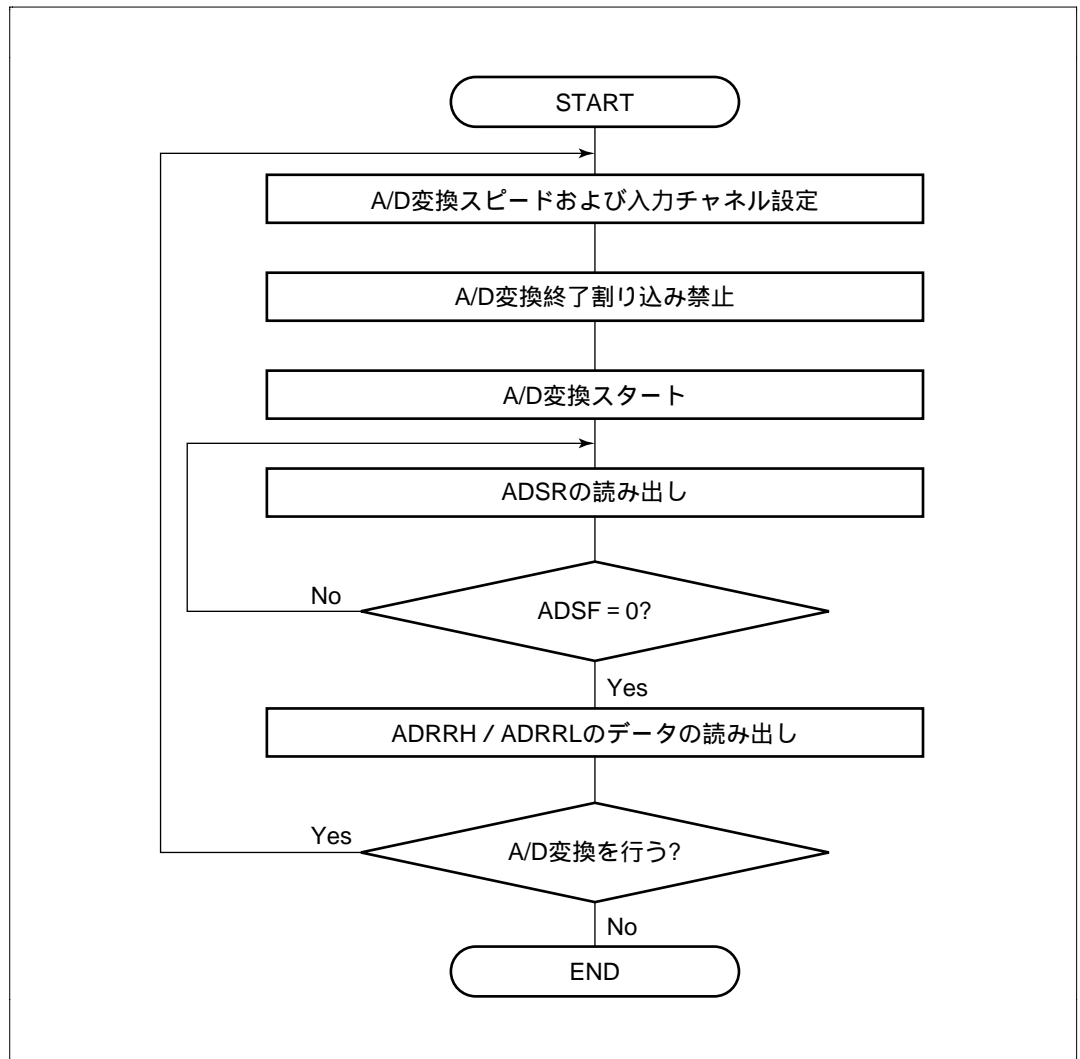
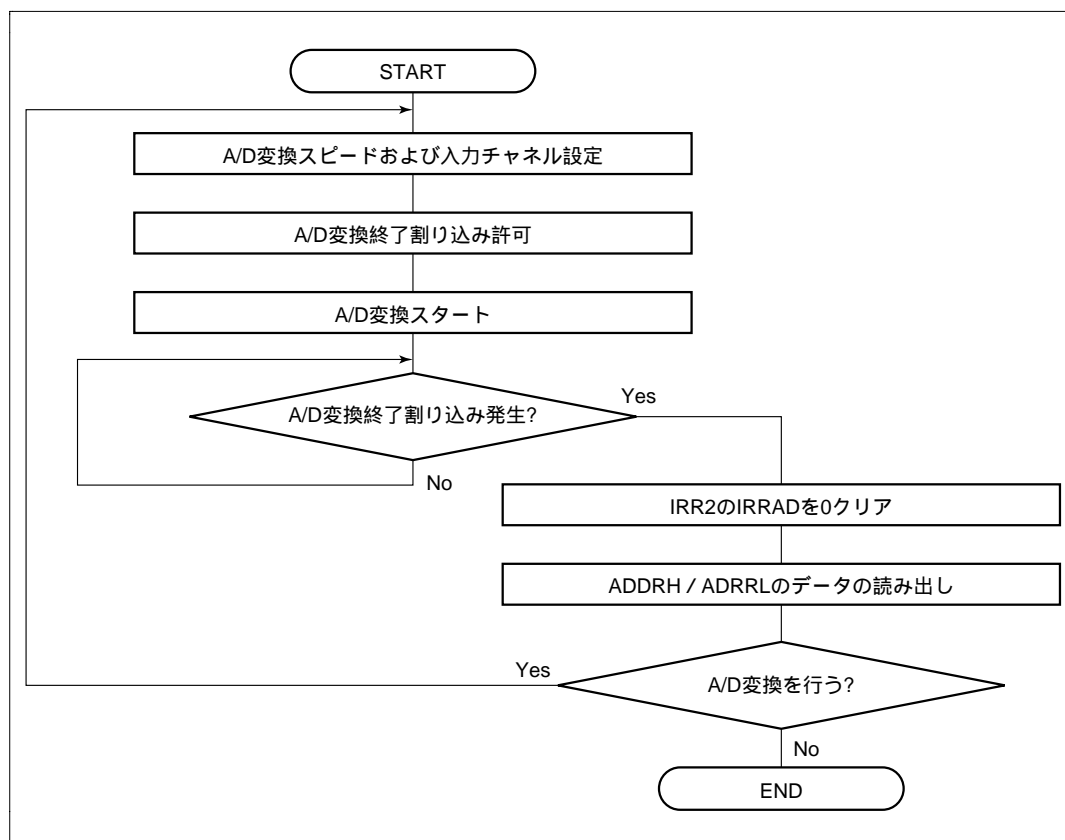

図 12.4 A/D変換器の使用手順の概念フロー
図 12.5 A/D 変換器の使用手順の概念フロー
- (1) 入力チャンネルを  $AN_1$  (AMR の CH3 ~ CH0 を "0101")、IENAD = 1 に設定して、A/D 変換を開始 (ADSF = 1) します。
- (2) A/D 変換が終了すると、IRRAD が 1 にセットされ、A/D 変換結果が ADRRH と ADRL に格納されます。同時に ADSF = 0 となり、A/D 変換器は変換待機となります。
- (3) IENAD = 1 となっているため A/D 変換終了割り込み要求が発生します。
- (4) A/D 割り込み処理ルーチンが開始されます。
- (5) A/D 変換結果を読み出して、処理します。
- (6) A/D 変換処理ルーチンの実行が終了します。
この後、ADSF = 1 にセットすると A/D 変換が開始され (2) ~ (6) を行います。A/D 変換器の使用手順の概念フローを図 12.4、図 12.5 に示します。